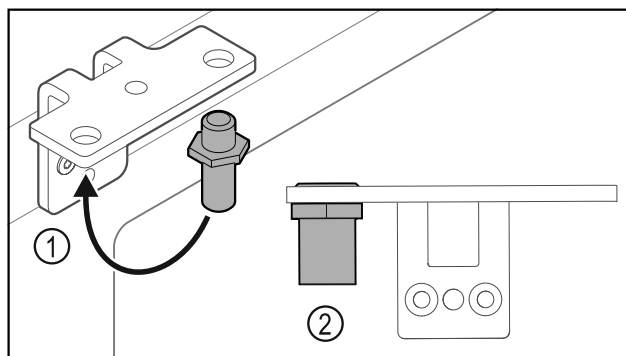

Fig. 33
- ▶ Переставьте палец Fig. 33 (1) в шарнирный уголок.
- ▶ Затяните палец Fig. 33 (2) с **моментом 12 Нм**.